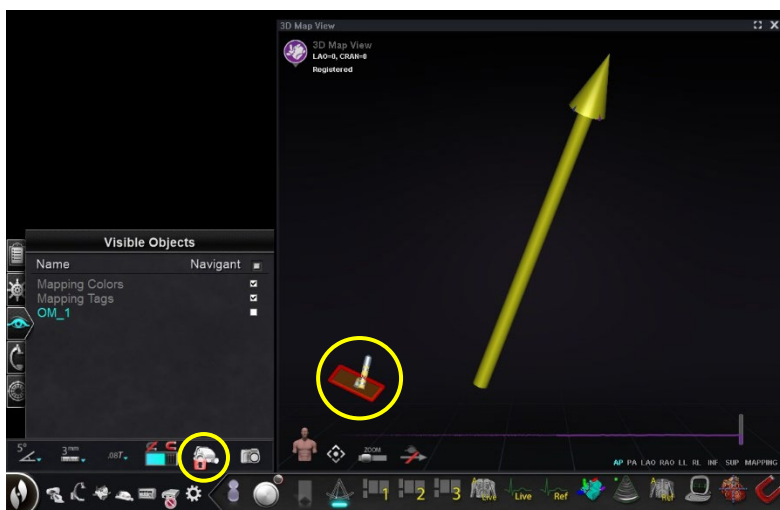

Abbildung 60. Anzeigen für die Retraktionsgrenze
Die endgültige Lage der Schnittebene stellt die Grenze dar, bis zu der der Katheter zurückgezogen werden und noch im linken Atrium verbleiben kann (siehe Grenzindikatoren in **Abbildung 60**). Das Symbol „Zugriffsschutz“ in der Navigations-Symboleiste wechselt in den Status „Locked“ (Gesperrt), wenn das Kontrollkästchen aktiviert und die Position der Schnittebene definiert wurde. Durch Klicken auf das Symbol „Zugriffsschutz“ wechselt sein Status von „Locked (ON)“ (Gesperrt [AN]) zu „Unlocked (OFF)“ (Entsperrt [AUS]) und umgekehrt. Der Zugriffsschutz-Status wird durch Änderungen des Symbols „Zugriffsschutz“ darstellt (**Abbildung 58**). Das Symbol befindet sich in der *Navigant*-Menüleiste (**Abbildung 59**).
Wenn die Retraktionsgrenze des Katheters während der Verwendung des Katheters nach der Registrierung erreicht wird, blinken sowohl die Schnittebene als auch das Symbol für die Zugriffsschutzgrenze rot (in **Abbildung 60** hervorgehoben).